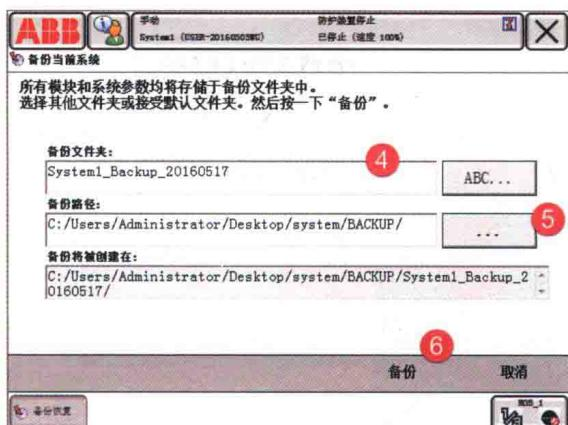

图 1-7 修改文件名称和路径界面
- ③修改备份文件夹的名称、备份路径,单击“备份”,如图 1-7 所示。